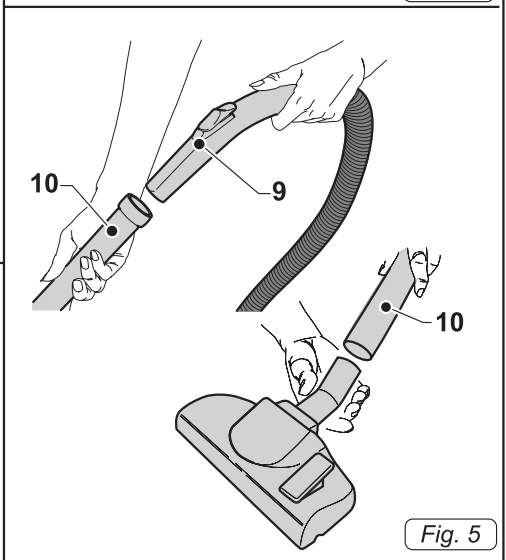

Fig. 5
- Agganciare all'impugnatura ergonomica (9 Fig. 5) del tubo flessibile la prolunga (10 Fig. 5).